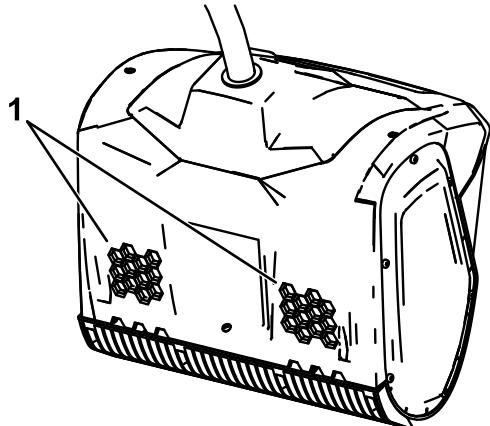

Рисунок 6
- Убедитесь, что вентиляционные отверстия на задней стороне машины чистые и свободны от снега или льда (Рисунок 6).